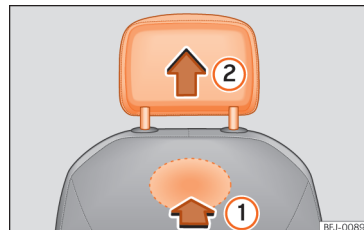

Fig. 74 Tetiera față: demontarea.
- Pentru deblocarea tetierei, identificați butonul de sub tetieră și apăsați în direcția indicată de săgeată »» fig. 74 ①.
- Demontați tetiera în direcția indicată de săgeată ②.